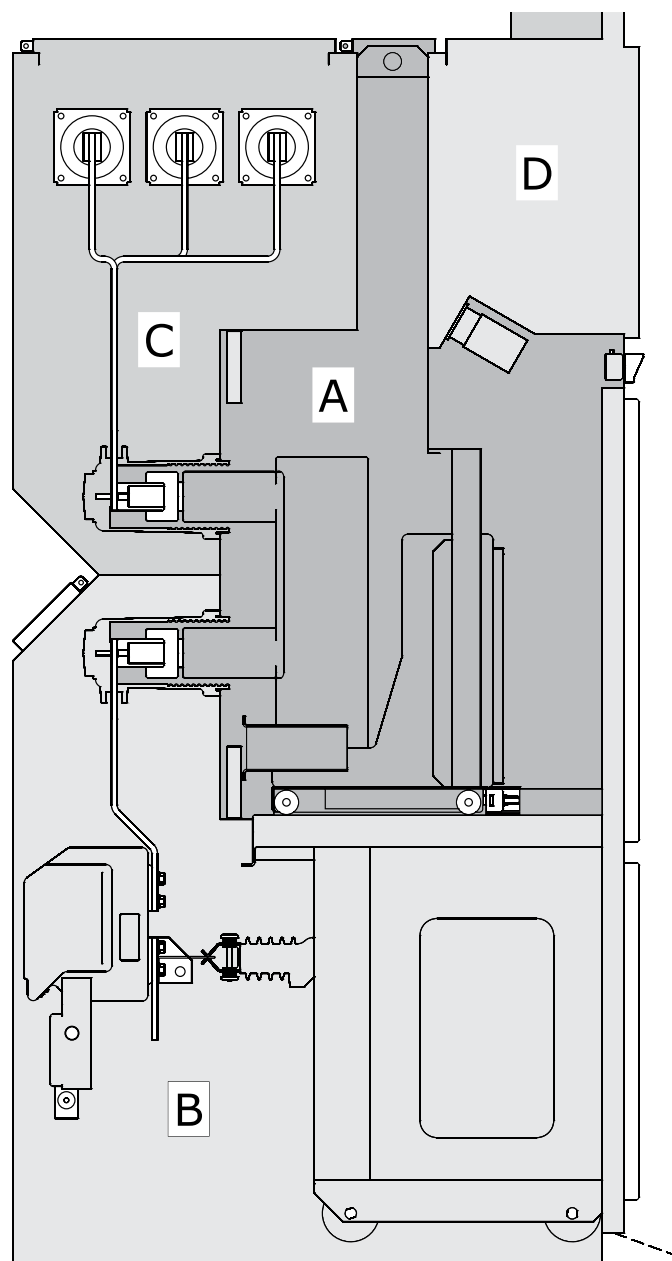

Рисунок 1.
5.2. Для безопасного обслуживания и локализации аварий корпус разделен на отсеки металлическими перегородками и автоматически закрывающимися шторками. Ячейка КРУ состоит из четырех основных отсеков — высоковольтного (А, Рисунок 1), кабельного (В), отсека сборных шин (С) и низковольтного (D).